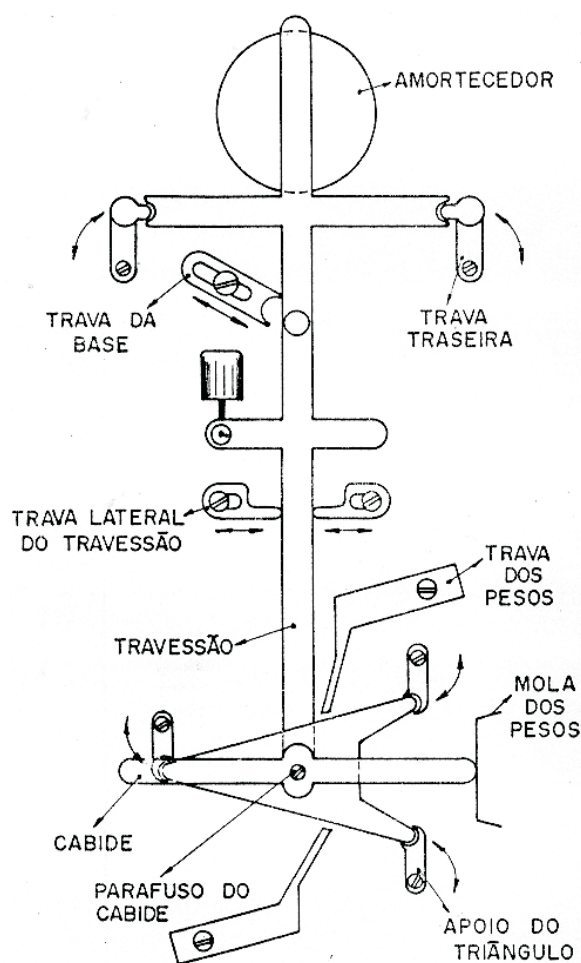

Figura 10 - Partes componentes
- 2^º - Soltar a trava da base, como indica a figura 10;
Os detalhes dos pontos de trava da balança podem ser vistos na figura 10.